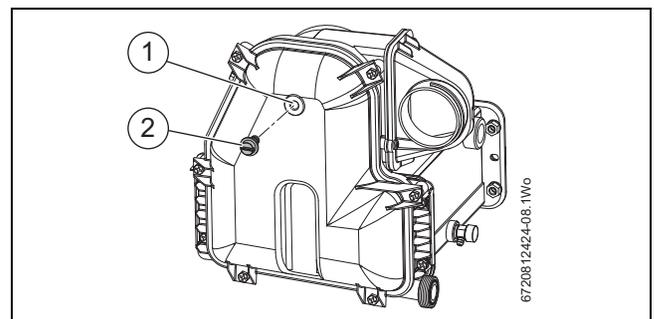

Fig. 47 Point de mesure des gaz brûlés
- ▶ Remonter le bouchon du point de prélèvement [2] (figure 47, page 29), (serrage manuel, ne pas serrer excessivement).